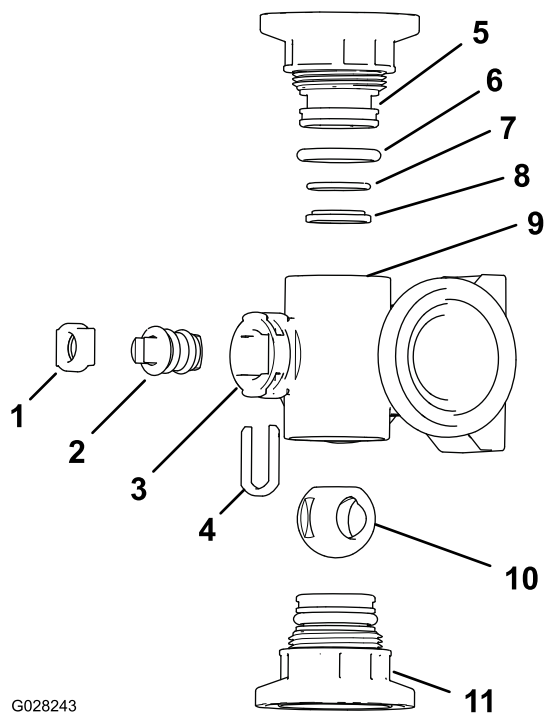
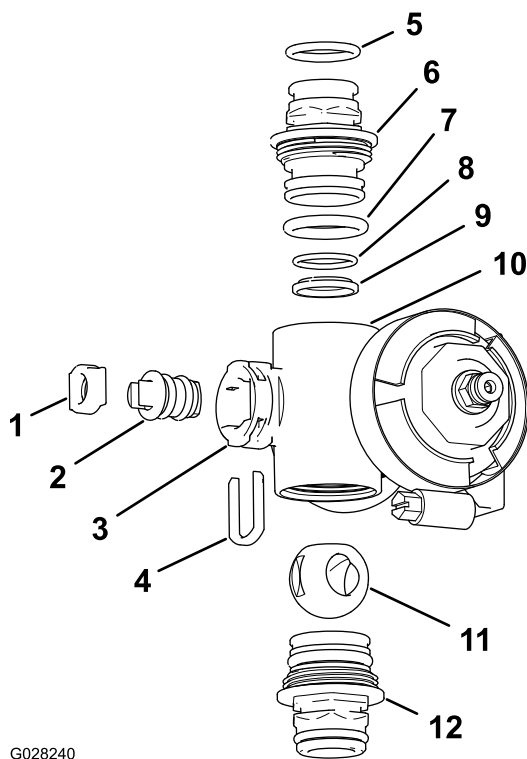

Figura 123
Figura 124
2. Retire o conjunto das duas uniões de cada extremidade do corpo do coletor (Figura 123 e Figura 124).
- Retire a fixação da haste das ranhuras na porta da haste no coletor (Figura 123 e Figura 124).
- Retire a fixação da haste e o encaixe da haste da válvula do coletor (Figura 123 e Figura 124).
- Do corpo do coletor, retire o conjunto da haste da válvula (Figura 123 e Figura 124).
- Verifique o estado dos anéis de retenção da união de saída (apenas coletor da válvula de secção), dos anéis de retenção do tampão, dos anéis de retenção de encaixe posterior, do encaixe da esfera para ver se há danos ou desgaste (Figura 123 e Figura 124).
- Aplique lubrificante de silicone na haste da válvula e insira-a no encaixe da haste da válvula (Figura 123 e Figura 124).
- Instale a haste da válvula e o encaixe no coletor e fixe a haste e o encaixe com a fixação da haste (Figura 123 e Figura 124).
- Certifique-se de que o anel de retenção de encaixe posterior e o encaixe da esfera estão alinhados e encaixados na união do tampão (Figura 123 e Figura 124)
- Instale o conjunto da união do tampão no corpo do coletor até a flange da união do tampão tocar no corpo do coletor (Figura 123 e Figura 124); depois rode a união do tampão mais 1/8 a 1/4 de volta.